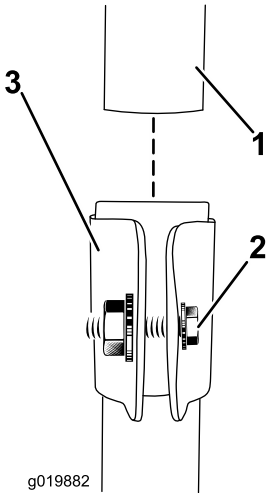

Figura 1
1. Introduzca el tubo superior en el tubo inferior, alineando la muesca del tubo superior con la muesca del tubo inferior, y apriete el tornillo para que el tubo superior se mantenga firme durante el uso (Figura 1).